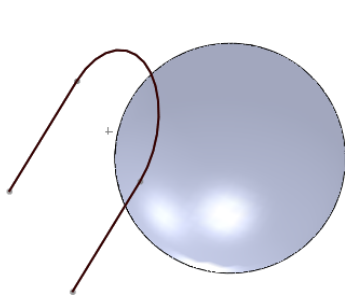

图 7-10 “投影分割线”文件
- 01 打开素材库中的“第 7 章/7-2 投影分割线.sldprt”，如图 7-10 所示。